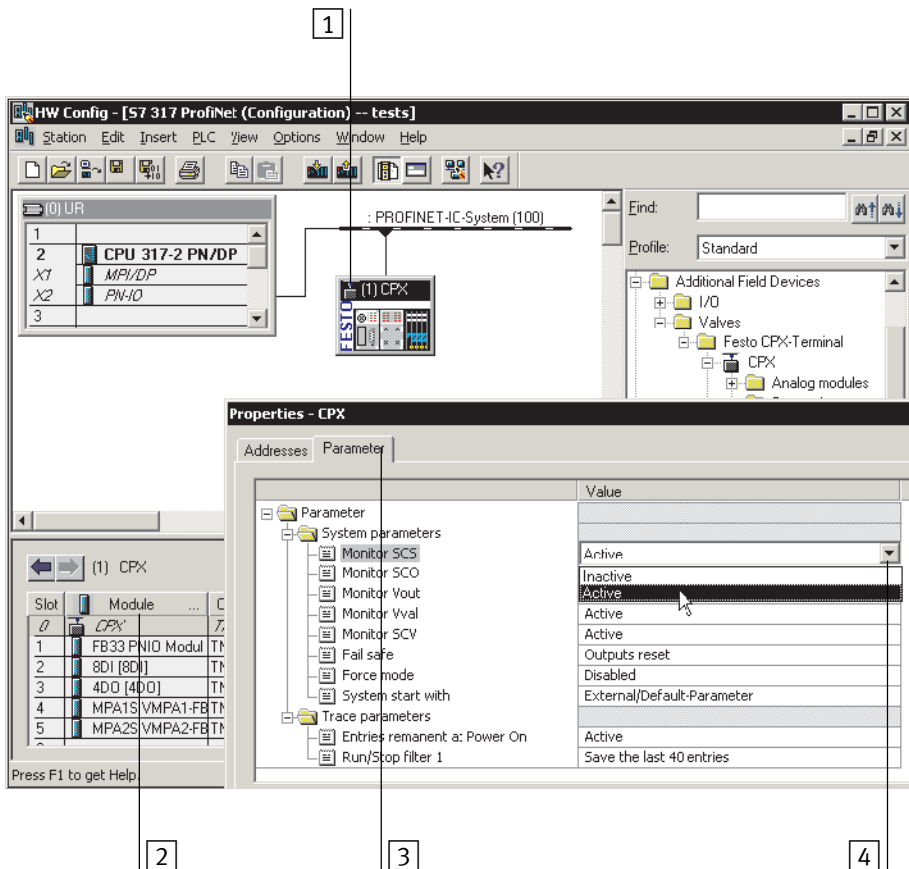

Fig. 2/14: Impostazione dei parametri di sistema con STEP 7 Siemens
2. Selezionare l'icona del terminale CPX sul sistema I/O PROFINET (vedi 1 Fig. 2/14). Ora la tabella visualizza la configurazione del terminale CPX.